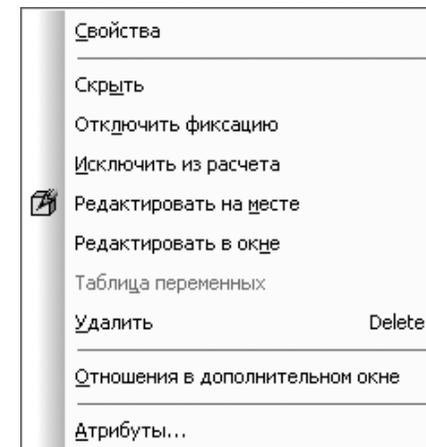

Рис. 6.45. Контекстное меню ветви компоненты в **Дереве модели**
- щелкните правой кнопкой мыши. Появится контекстное меню (рис. 6.45);
- щелкните правой кнопкой мыши в **Дереве модели** по компоненту, который вы хотите скрыть, например, подсборку – **Ролик Втулка**. В **Дереве модели** он имеет имя **Сборка**. Появится фантом подсборки зеленого цвета и контекстное меню (см. рис. 6.45);